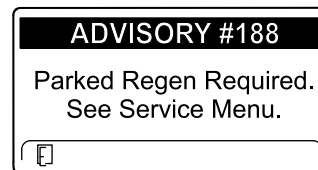

Figura 72
- Regenerare în stare de parcare solicitată ADVISORY #188 (recomandarea nr. 188) (Figura 72)